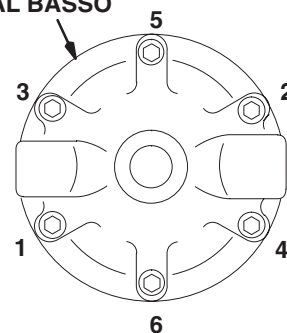

Fig. 4
9. Rimuovere la membrana (22) e la guarnizione (26).
10. Rimuovere la molla (3), lo stelo della valvola (9) e la guarnizione (21) dal corpo dello stelo (18).
12. Posizionare il corpo dello stelo (18) in una morsa. Uno alla volta, inserire la guarnizione (26), il diaframma (22) – *di PTFE bianco di lato al di sotto del corpo inferiore* e la rondella (17) sul corpo dello stelo (18). Assicurarle con il dado di blocco (13). Serrare il dado di blocco sul corpo dello stelo fino a 28-47 N.m.
13. Installare lo stelo della valvola (9), la molla (3), la guarnizione (21) e la vite di ritenzione (10) sul corpo dello stelo (18). Accertarsi che la linguetta sullo stelo della valvola (9) si adatti alla fessura sulla vite (10).
15. Installare le parti assemblate nell'alloggiamento (6).
16. Sul modello 214980 serrare il raccordo della linea dell'aria (29) nel tappo (7). Serrare fino a 28–47 N.m.
17. Rimettere il tappo (7). Serrare i sei tappi a vite (1) nella sequenza mostrata nella Fig. 4, **vista inferiore** e serrare come indicato.
18. Installare la guarnizione (15), la sede della valvola (16) e la sfera (20) nel corpo (6).